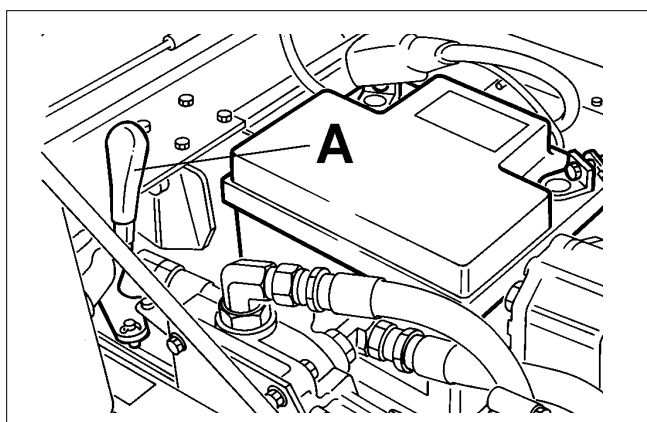

Fig.9A
G. CUTTING CYLINDER DIRECTION CONTROL VALVE (A Fig.9A)
G. VALVOLA DI CONTROLLO DELLA DIREZIONE DEI CILINDRI DI TAGLIO (Fig. 9A)